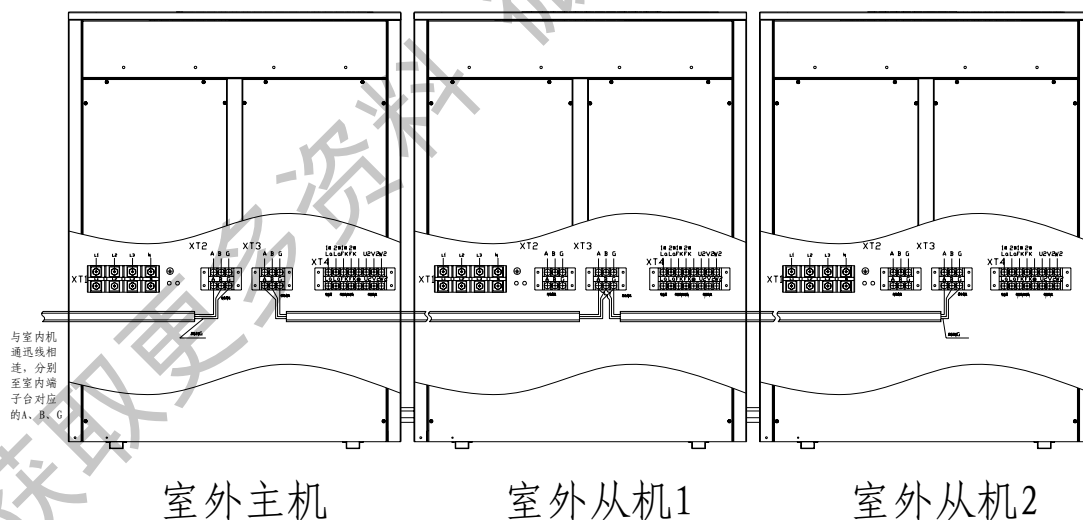

图 76：室外机通讯线接线示意图
- A. 室外机之间的通讯线采用 485 通讯方式，必须采用 2 芯屏蔽线（屏蔽线为编织式，线径大于或等于 1.0mm ），进行正确连接，连接方法见室外机之间通讯线连接示意图（图 76）；